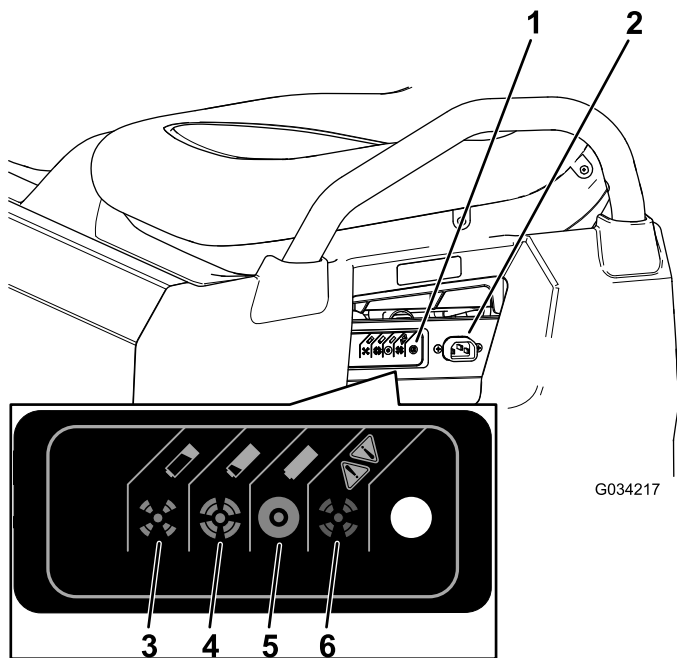

Bild 37
- Schließen Sie ein **16er (oder dickeres) 2,5 m oder kürzeres Ladekabel** an der Ladesteckdose der Maschine an (Bild 37).
In der folgenden Tabelle und in Bild 37 finden Sie Informationen über die Bedeutung der verschiedenen Farben der Statuslampe am Ladegerät.